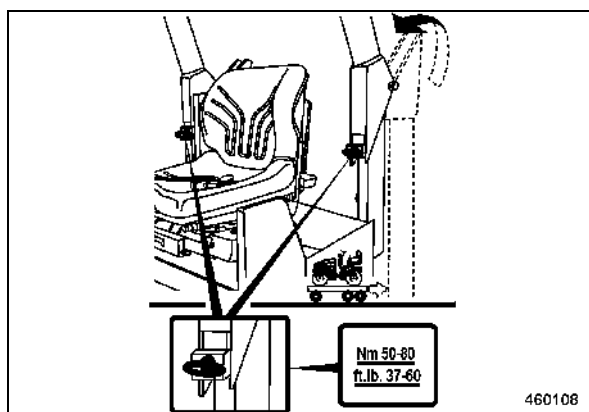

fig. 85
- Rabattre le ROPS vers le haut (fig. 85)